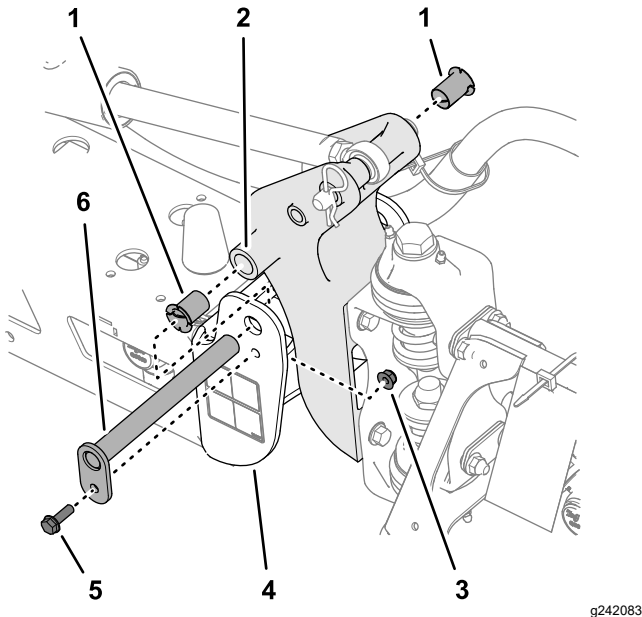

Figura 115
3. Retire el perno y la tuerca que sujetan el pasador de giro, y retire el pasador (Figura 115).
5. Retire los casquillos de nylon desde delante y desde detrás del soporte del giro, e inspecciónelos (Figura 115).
6. Lubrique los casquillos de nylon con una pequeña cantidad de aceite e instale los casquillos en el soporte del giro (Figura 115).
7. Alinee los taladros del soporte de giro con los taladros del perfil de extremo (Figura 115).